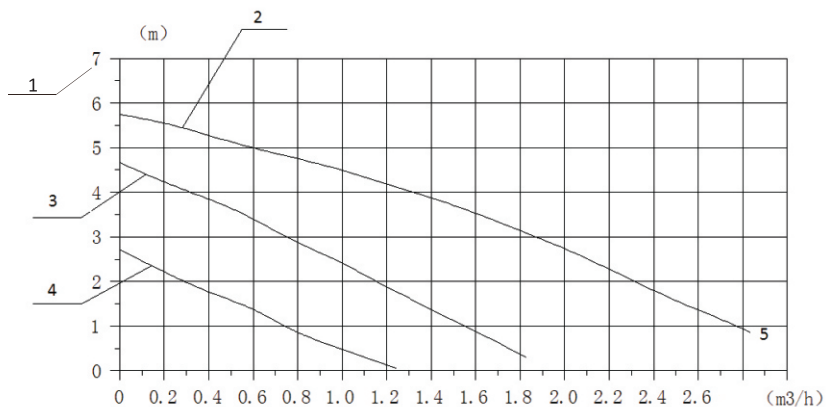

Рис. 4
3.7 Диаграмма характеристик циркуляционного насоса (рис. 4)